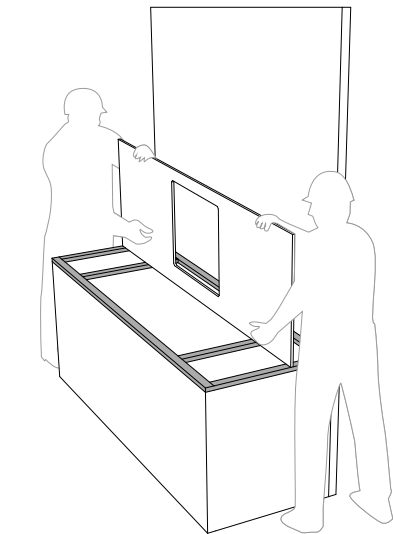

fig. 1
Il countertop deve essere trasportato in maniera adeguata fino ai pressi dell'installazione, assolutamente non calpestato (anche se ancora imballato) e durante il disimballo deve essere estratto e movimentato in verticale. È di primaria importanza accertarsi che la base di appoggio sulla quale andrà posizionato il countertop sia strutturalmente solida e perfettamente planare (fig. 1). Si raccomanda inoltre di prestare particolare attenzione alle fasi di incollaggio, stendendo uniformemente il collante su tutta l'area di sostegno per consentire un'ottimale adesione alla lastra. A tal proposito si specifica che, nel breve periodo dopo l'installazione, l'assestamento delle basi, il peso del mobilio, il calore e l'umidità possono provocare una modifica del livellamento. È suggerito quindi un collaudo post vendita dopo qualche mese di installazione per la verifica e regolazione del livellamento del piano.
- Posizionare il countertop in verticale, collocandolo contro il muro di appoggio della cucina (fig. 1);
- Distribuire uniformemente il silicone sui traversi di sostegno per una adesione ottimale della lastra (fig. 1);